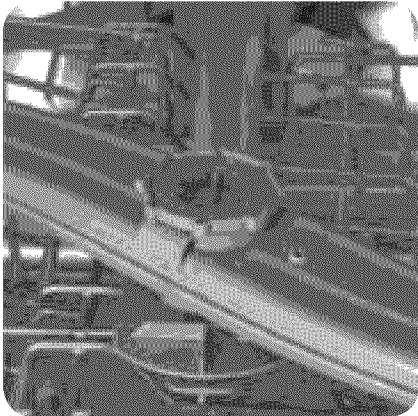
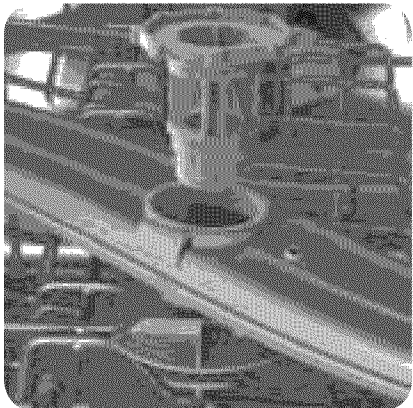

Ilustración 30
Ilustración 31
2. Invierta la rejilla. El brazo rociador superior está sujetado con una contratuerca como muestra la Ilustración 30. Déle a la tuerca 1/8 de la vuelta al sentido contrario del reloj y quítela, como muestra la Ilustración 31, para soltar el brazo rociador.